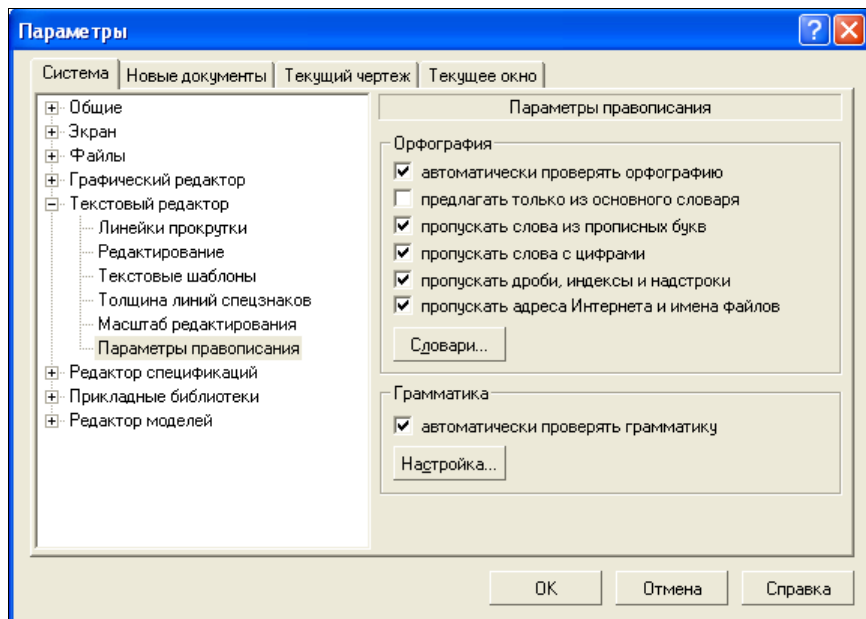

Рис. 23.15. Диалоговое окно **Параметры** с открытым пунктом **Параметры правописания**
- ♦ в диалоговом окне на панели **Параметры правописания** (рис. 23.15) поставьте флажок в окнах **автоматически проверять орфографию** и **автоматически проверять грамматику**;